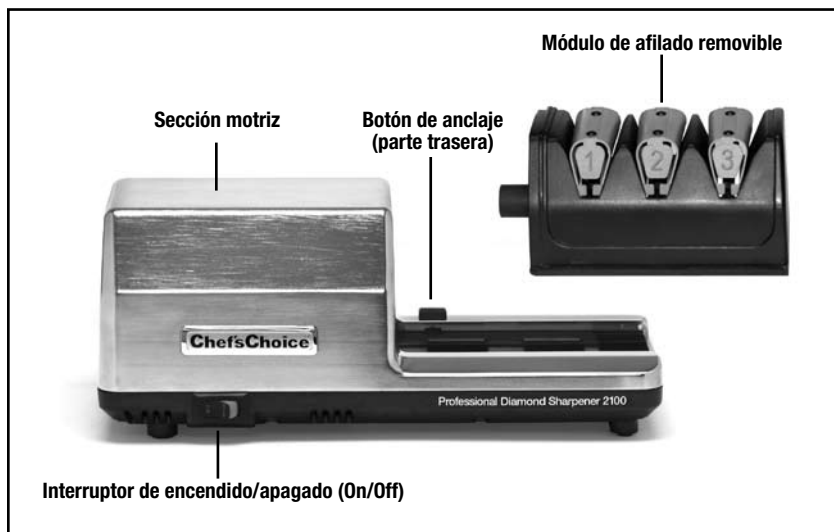

Figura 1: Afilador modelo 2100 sin ensamblar.
4. Desconecte el aparato mientras no esté en uso y antes de limpiarlo o colocar y retirar piezas, excepto por el módulo removible (Figura 1).
El modelo 2100 tiene una carcasa para la sección motriz de metal fundido y un módulo de afilado removible que han sido embalados sin ensamblar. (Ver la figura 1)